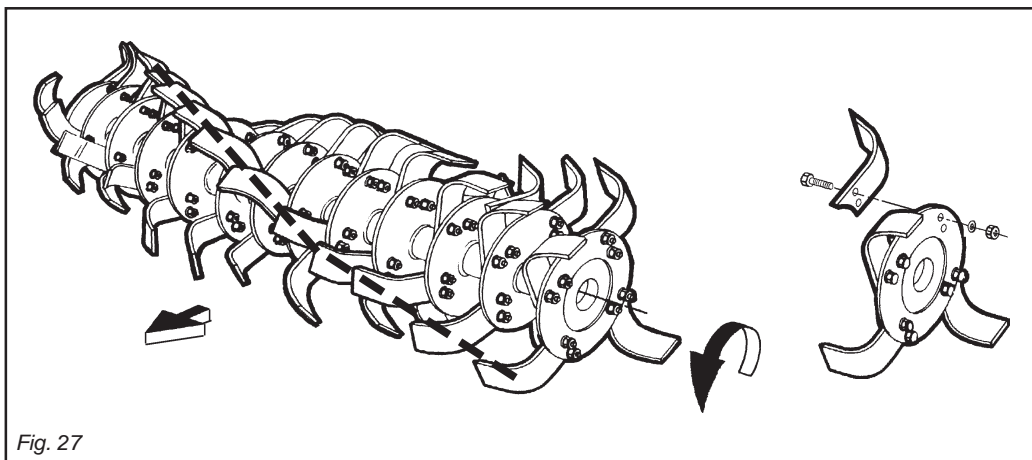

Fig. 27
Le zappette con cui viene equipaggiata la macchina sono adatte per la lavorazione su terreni di normale conformazione. Controllare giornalmente la loro usura o integrità. Qualora durante il lavoro dovessero per cause accidentali piegarsi (o rompersi) è necessario sostituirle immediatamente avendo l'accortezza di rimontare la nuova zappetta nella identica posizione di quella da sostituire (Fig.27). Se fosse necessario sostituire più zappette, è consigliabile effettuare le operazioni di smontaggio e montaggio, sempre una zappetta alla volta, per evitare così errori di posizione.
**I bulloni che fissano le zappette devono avere la testa dalla parte delle zappette e il dado con relativa rondella dalla parte della flangia (Fig. 27).**
*Remember to mount the new hoe blade in exactly the same position as the old one (Fig. 27).*
***The heads of the bolts fixing the hoe blades in place must be on the side of the hoe blades themselves, while the nut with relative washer must be on the flange side (Fig. 27).***
Le nouveau couteau devra être monté exactement dans la position de celui à remplacer (Fig. 27).
**Les boulons de fixation des couteaux doivent avoir la tête côté couteau et l'écrou avec la rondelle côté flasque (Fig. 27).**
*Die Hackmesser, mit der die Maschine ausgerüstet wird, eignen sich zur Bearbeitung von Boden mit normaler Beschaffenheit. Sie sind täglich auf ihre Unversehrtheit und ihren Verschleißzustand zu prüfen. Sollten sie bei der Arbeit verbiegen oder zu Bruch gehen, müssen sie sofort ersetzt werden. Dabei ist zu beachten, daß man das neue Hackmesser an der gleichen Stelle montiert, an der sich das beschädigte befand (Abb. 27). Sollten gleich mehrere Hackmesser zu ersetzen sein, sollte man jeweils ein Hackmesser ein- und ausbauen, um eine falsche Einbau-position zu vermeiden.*
***Die Schrauben, mit denen man die Hackmesser befestigt, müssen den Kopf auf der Seite des Hackmessers und die Mutter mit der Unterlegscheibe auf der Flanschseite haben (Abb.27).***
Las azadillas que presenta la máquina son idóneas para trabajar sobre terrenos de normal conformación. Controlar todos los días su buen estado y eventual desgaste. Si durante el trabajo por eventuales accidentes se doblan o rompen es necesario sustituirlas inmediatamente prestando atención de montar la nueva azadilla en la idéntica posición de la precedente (Fig. 27).
**Los bulones que fijan las azadillas deben tener la cabeza de la parte de las azadillas y la tuerca con la relativa arandela de la parte de la brida (Fig.27).**
Rispettare i valori delle coppie di serraggio come indicato in tabella pag.28. Se si devono sostituire le zappette, fare attenzione che le nuove assumano la posizione di quelle smontate (Fig. 27).
*If the hoe blades must be changed, remember to set the new blades in the same positions as the demounted ones (Fig. 27).*
En cas de remplacement des couteaux, veillez surtout à ce que les nouveaux couteaux occupent les positions de ceux démontés (Fig. 27).
*Wenn man die Hackmesser ersetzen muß, darauf achten, daß die neuen in der Position der ersetzen am Hackstern angebracht werden (Abb. 27).*
Quando sustituimos azadillas respetar la posición de las azadillas desmontadas (Fig. 27).